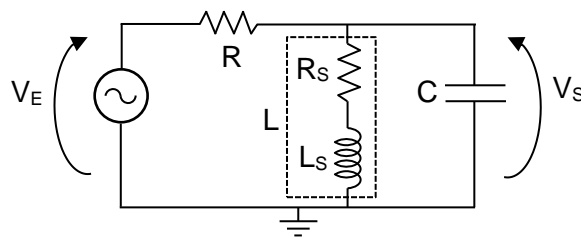

Figura 2- Circuito RLC.
Monte o circuito da Figura 2, com $R = 10 \text{ k}\Omega$ e os componentes L e C fornecidos. Note que R_s e L_s estão representando o modelo do indutor real utilizado na montagem. Programe o gerador de funções para fornecer uma onda senoidal com amplitude de 10 Vpp .
a) Indique quais expressões da *Introdução Teórica* devem ser usadas para calcular $|G(j\omega)|$ e φ a partir dos parâmetros do circuito da Figura 2.